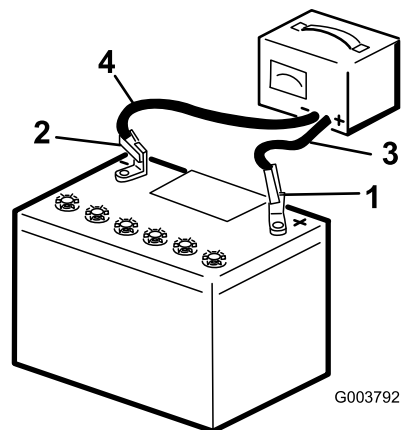

Figura 81
3. Ligue o cabo positivo do carregador da bateria ao polo positivo da bateria (Figura 81).
4. Ligue o cabo negativo do carregador da bateria ao polo negativo da bateria (Figura 81).
6. Quando a bateria estiver totalmente carregada, desligue o carregador da fonte elétrica e em seguida desligue os cabos do carregador dos polos da bateria (Figura 81).